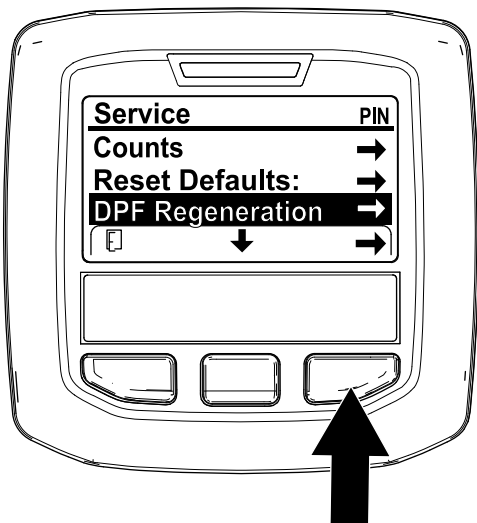

Рисунок 58
1. Перейдите к меню Service (Техобслуживание), нажмите среднюю кнопку для прокрутки вниз к опции DPF REGENERATION (РЕГЕНЕРАЦИЯ DPF) (Рисунок 58).
2. Нажмите правую кнопку для выбора позиции DPF Regeneration (Регенерация DPF) (Рисунок 58).